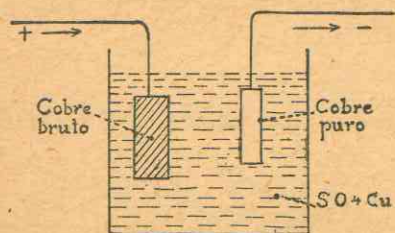

Fig. 345. - Principio de la afinación electrolítica del cobre.
d) **Afinación** (fig. 345). — El cobre negro se purifica en la industria por electrólisis, poniéndolo en una cuba que contenga una solución de SO_4Cu y cátodo de cobre puro. Se obtiene de esta manera el cobre electrolítico.